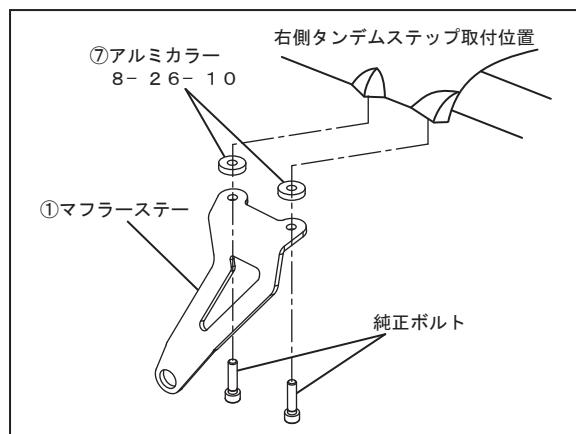

FIG. 2
4. 車両右側のタンデムステップ取り付け位置に、⑦アルミカラー 8-26-10 と純正ボルトを使用して、①マフラスターを規定トルクで締め付けて下さい。(FIG. 2 参照)